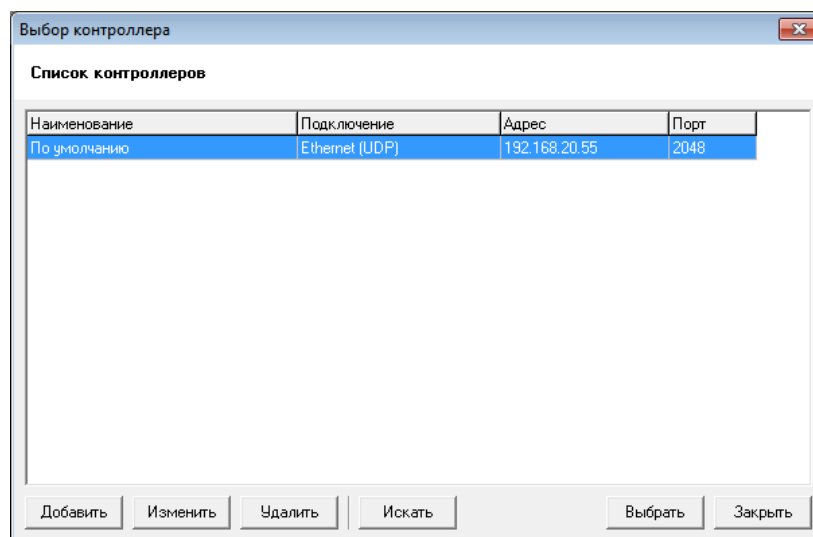

Рисунок 379 – Диалог "Выбор контроллера"
- 5) Выберите пункт меню "Контроллер/Получить конфигурацию из контроллера". Откроется окно "Выбор контроллера" (см. Рисунок 379) с параметрами контроллера по умолчанию.